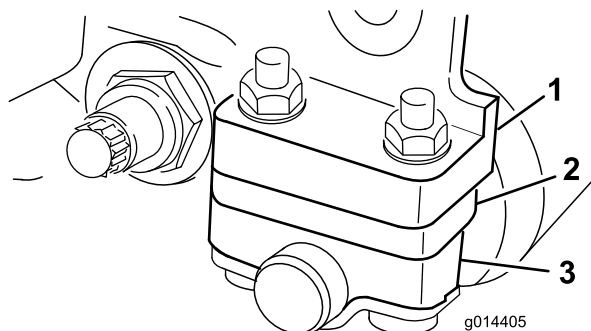

図 7
1. 刈り高さと下刃の選択表 \(ページ 10\) に従って、サイドプレート取り付けフランジ (図 7) の下に必要な枚数のスペーサーを入れて、後部ローラーブラケットを希望の刈り高範囲に調整する。